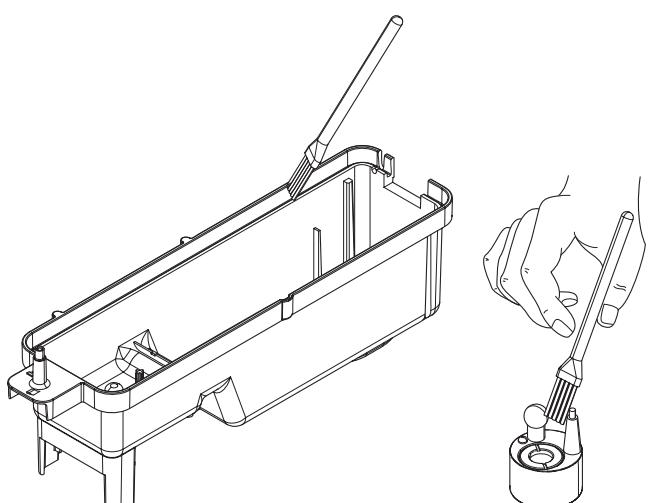

Fig.9
9. Versare una piccola quantità di detergente nella vasca di raccolta e usando la spazzola fornita, pulire delicatamente tutte le superfici nella vasca, quindi pulire delicatamente il trasduttore, compresi i dischi di metallo situati nella superficie scanalata superiore (vedere Fig. 9).